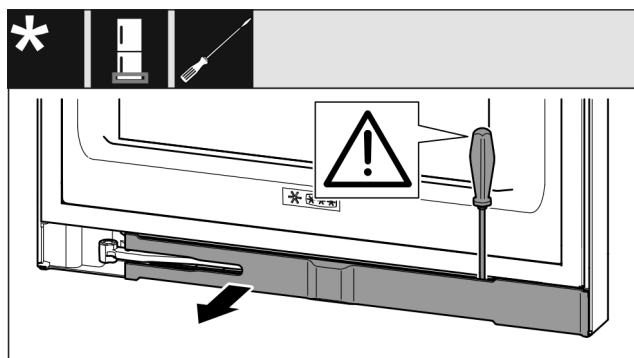

Fig. 16
- Disinnestare la maschera con un cacciavite a intaglio e ruotarla lateralmente. (vedere Fig. 16)